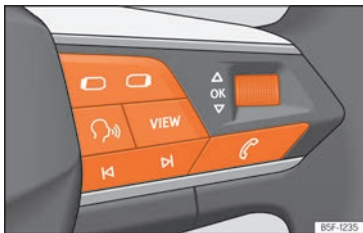

Fig. 12 Costat dret del volant multifunció: tecles per utilitzar els menús i les indicacions informatives del quadre d'instruments (segons versions).
Mentre hi hagi un advertiment amb prioritat 1 >>> pàg. 23, no es podrà accedir a cap menú. Alguns advertiments es poden confirmar i amagar amb la tecla **OK** del volant multifunció >>> fig. 12.
- Si es mostra un missatge o el pictograma d'un vehicle, premeu la tecla **OK** >>> fig. 12; si cal, feu-ho diverses vegades.